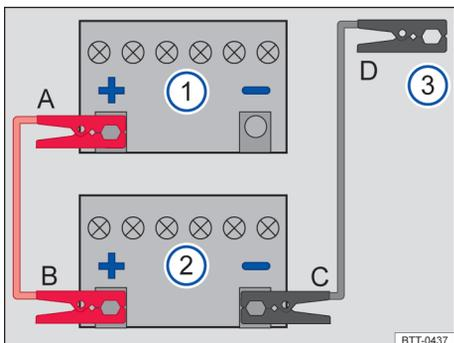
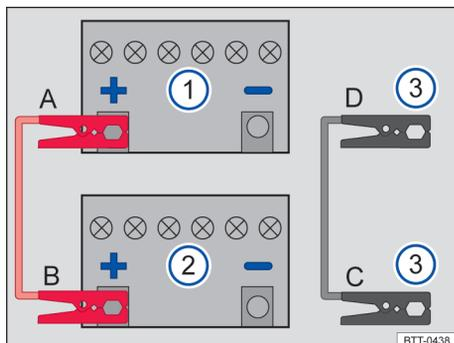

图 198 图 191 跨接启动不带发动机自动起停系统轿车时的跨接电缆连接方法：无电蓄电池①和供电蓄电池②
图 199 图 192 跨接启动带发动机自动起停系统轿车的跨接电缆连接方法：无电蓄电池①和供电蓄电池②
必须按上图所示 A - B - C - D 的顺序连接跨接电缆⇒图 198 和⇒图 199。
- 将红色跨接电缆的一端连接到无电蓄电池①的正极接线柱⇒图 198(+)或⇒图 199(+)⇒**警告**。
- 将红色跨接电缆的另一端连接到供电蓄电池②的正极接线柱(+)。
- 不带发动机自动起停系统的轿车：将黑色跨接电缆的一端连接到供电蓄电池②的起动连接点（接地点），如无起动连接点，则连接到供电蓄电池的负极接线柱(-)⇒图 198。
- 带发动机自动起停系统的轿车：将黑色跨接电缆③的一端连接到跨接起动的点（接地点），如无跨接起动的点，则连接到轿车前端牵引环上，或连接到发动机缸体上或发动机缸体上的螺栓连接金属部件上⇒图 199。
- 将黑色跨接电缆③的另一端连接到无蓄电池①的跨接起始点（接地点），如无跨接起始点，则连接到轿车前端牵引环上，或连接到发动机缸体上或发动机缸体上的螺栓连接金属部件上→▲。
- 必须按上图所示 D-C-B-A 的顺序拆卸跨接电缆→图 198 和→图 199。